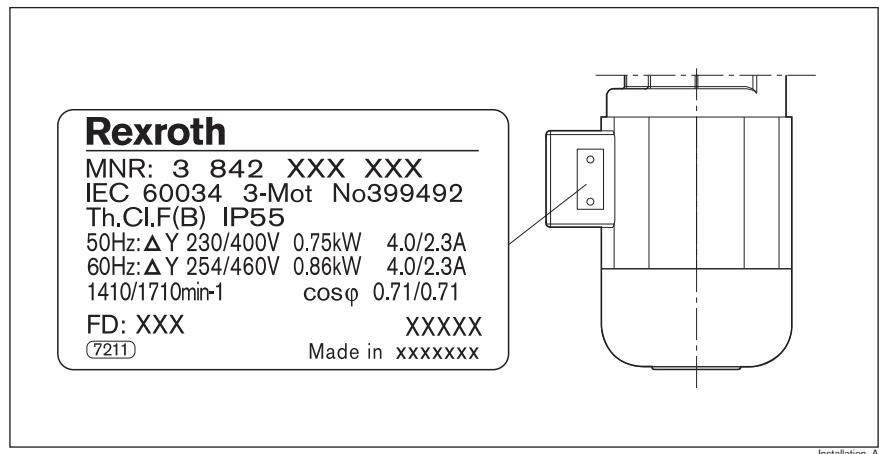

Fig. 8: Placa de características (ejemplo)
- Tenga en cuenta los valores de conexión eléctrica que figuran en la placa de características del motor; véase Fig. 8 en la página 21.